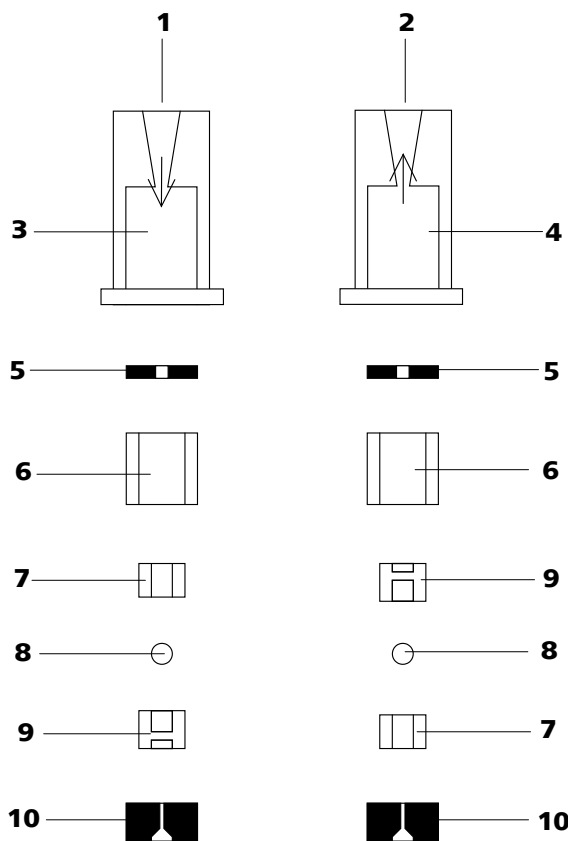

图 41 进口阀和出口阀的组成部分
- 进口阀和出口阀的组成部件均相同，只是排布不同（参见图41，第70页）。
- 按正确顺序将其他的阀门组件（参见图 41，第 70 页）依次放好。
若并非如此，则必须再次拆分阀门，并正确组装（参见图41，第70页）。